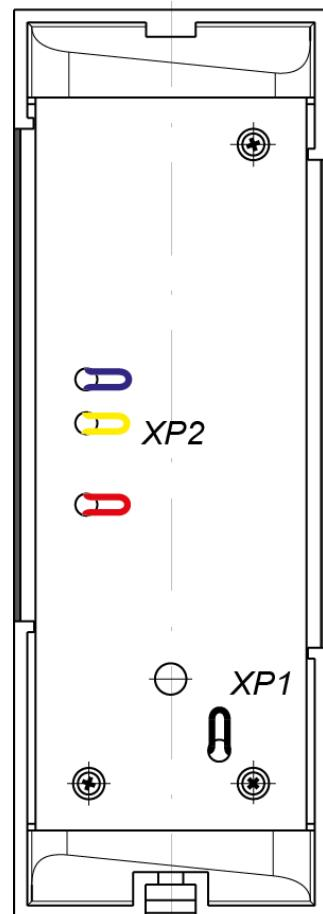

Рисунок 4. Расположение трех перемычек «номер считывателя» (XP2) и перемычки «отключение концевого резистора» (XP1)
Кроме того, на тыльной стороне считывателя расположены четыре перемычки проводом (см. рис. 4):
4. При помощи трех перемычек **XP2** (см. рис. 4) установите номер считывателя, для чего в соответствии с табл. 1 необходимые перемычки перекусите кусачками. Разрезанные перемычки не должны контактировать с другими перемычками и с металлическим основанием.
5. С целью предотвращения искажений сигнала на концах линии связи *RS-485* должны быть установлены концевые резисторы. В считывателе ***PERCo-IR04.1*** такой резистор предусмотрен конструктивно. Если устанавливаемый считыватель не является конечным устройством на линии связи, то на нем необходимо отключить концевой резистор, для чего перекусите перемычку ***XP1*** (см. рис. 4). Проверьте наличие концевых резисторов на реальных концах линии связи интерфейса *RS-485*.